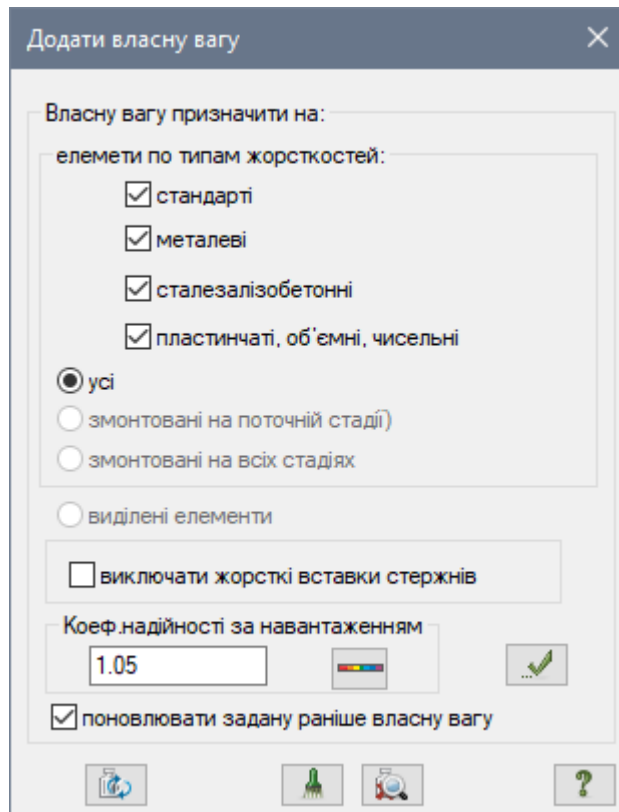

Рис. 8.15. Діалогове вікно **Додати власну вагу**
- Натиснувши на кнопку  – **Додати власну вагу** (панель **Навантаження** на вкладці **Створення та редагування**) відкрийте діалогове вікно **Додати власну вагу** (рис. 8.15).